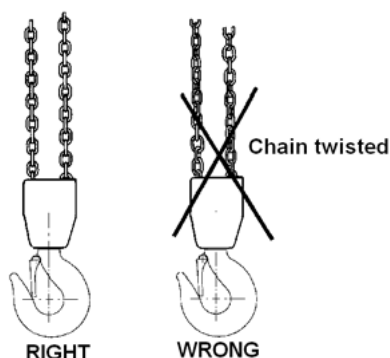

Fig. 5 The chain must not be twisted
- Łańcuch nie może być zapętlony lub skręcony. W przypadku wciągników łańcuchowych z podwójnym przeplotem (6,3 t) występuje zagrożenie skrócenia łańcucha, jeżeli dolny moduł haka zostanie zapętlony przez zawiesie łańcuchowe (zazwyczaj podczas ponownego instalowania lub przenoszenia wciągnika do innej stacji roboczej). Patrz rys. 5.